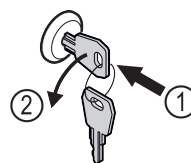

Fig. 208
- Schlüssel hineindrücken. Fig. 208 (1)